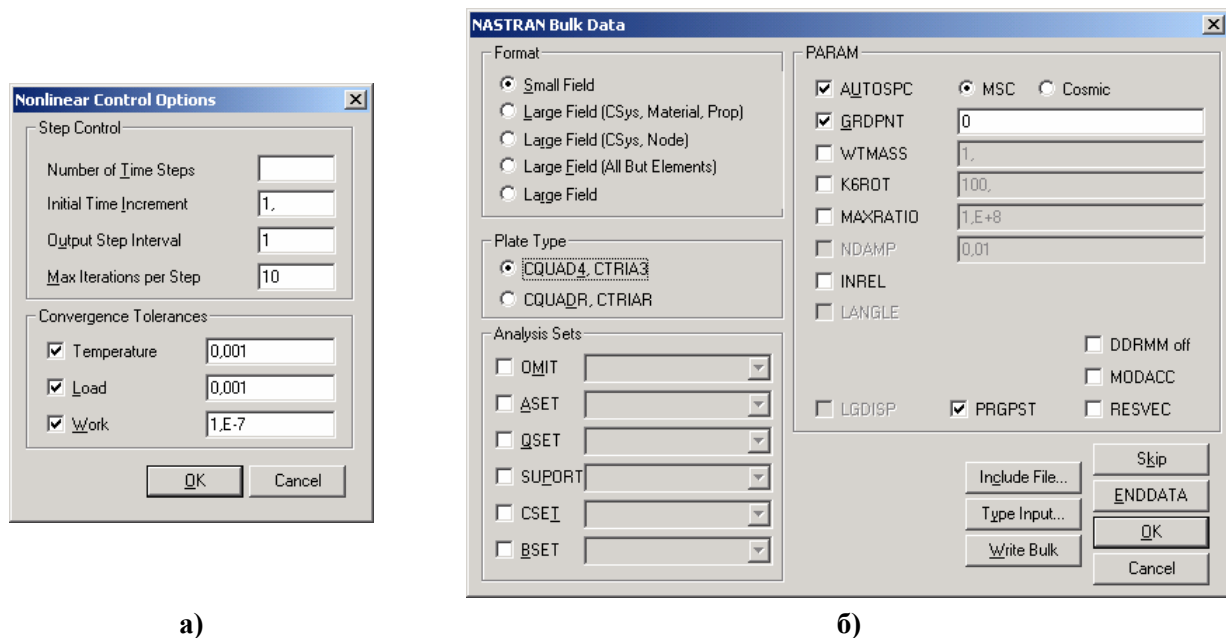
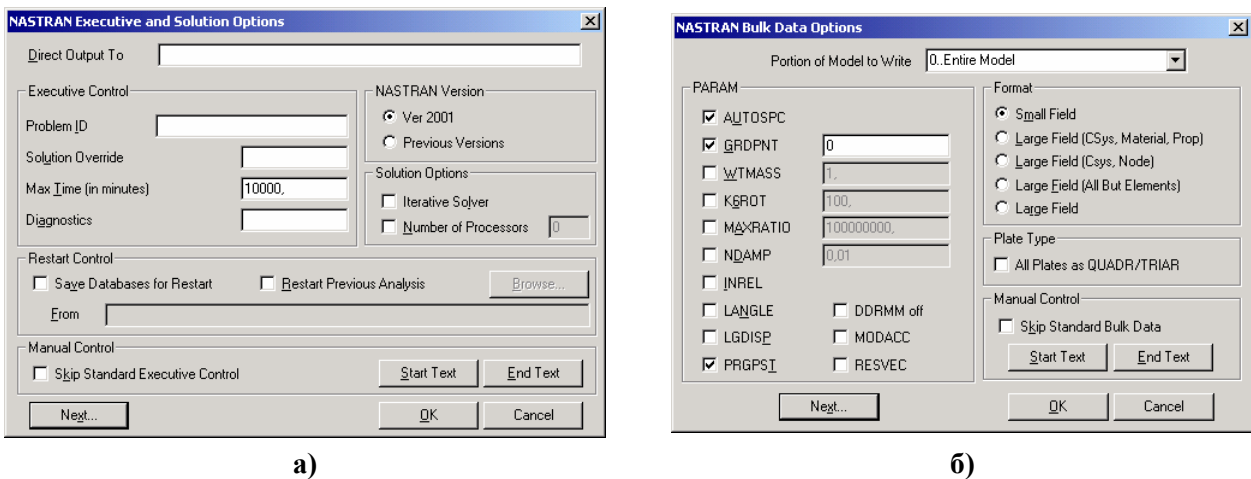
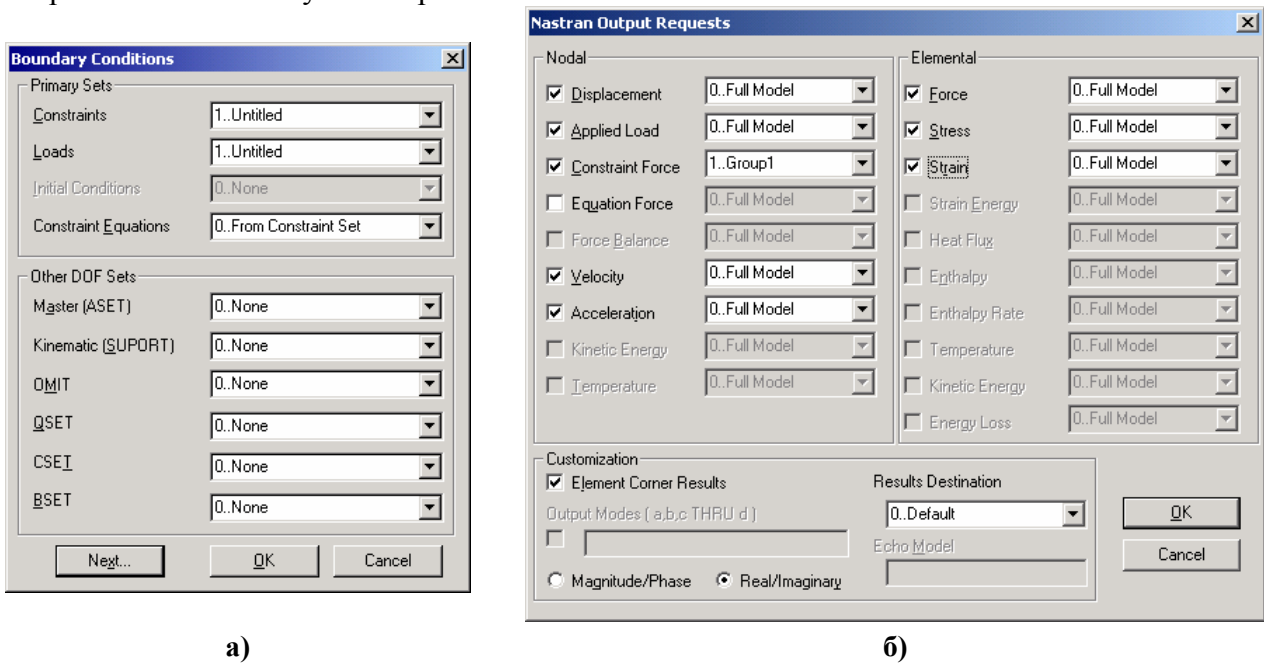

Рис.4.9. Діалогові панелі для змін параметрів: а) – пов’язаних із нестационарністю та нелінійністю задачі теплопровідності; б) – формату даних та інших
Рис.4.11. Діалогові панелі настроювання даних та параметрів секцій „Executive Control” (а) та „Bulk Data” (б) файлу *.dat
Рис.4.13. Діалогові панелі призначення: а) – вхідних наборів; б) – вихідних наборів
Якщо задача – про тепловий стан тіла, то з’являється панель „**Nonlinear Control Option**” (див. рис.4.9-а). У полях секції „**Convergence Tolerances**” можна змінити точність одержання результатів для температури (**Temperature**), по ГУ (**Load**) та за енергією (**Work**). Якщо задача – нестационарна (див. Розділ 5.2), то у секції „**Step Control**” можна змінити параметри процесу: кількість часових кроків (**Number of Time Steps**), початковий часовий крок (**Initial Time Increment**), часовий інтервал (у секундах) для формування результатів розрахунків (**Output Step Interval**) та максимальну кількість ітерацій (нелінійної задачі) на кожному кроці. Радіокнопками можна обрати один з варіантів призначення наступних часових кроків: адаптивним (**Adaptive**, за замовчанням) або незмінним (**Constant Interval**).
Остання діалогова панель – „**NASTRAN Bulk Data**” (див. рис.4.9-б).
Підрозділ „NASTRAN Executive” розділу „Option” настроюється за допомогою діалогової панелі „NASTRAN Executive and Solution Option” (див. рис.4.11-а). Вона подібна до панелі „NASTRAN Executive and Solution Control” (див. рис.4.7), але додатково має дві секції. Секція „Restart Control” має опції, які є на діалоговій панелі „NASTRAN Restart Control” (див. рис.4.6-б та пояснення у Розділі 4.2.2). За допомогою кнопки „Browse...” можна знайти файл рестарту (з розширенням імені *.master), яке з’явиться у рядку „From”. Секція „Manual Control” має опцію „Skip Standard Executive Control”, яка аналогічна кнопці „Skip” на рис.4.7. Кнопки „Start Text” і „End Text” дозволяють вводити пояснення та параметри (у текстовому режимі) до файлу *.dat на початок або кінець секції „Executive Control” цього файлу.
Підрозділ „NASTRAN Bulk Data” розділу „Option” настроюється за допомогою діалогової панелі „NASTRAN Bulk Data Option” (див. рис.4.11-б), яка майже подібна панелі „NASTRAN Bulk Data” (див. рис.4.9-б та пояснення у Розділі 4.2.3.3). Ще є секція „Manual Control”, така ж, як й на рис.4.11-а.
- „**NASTRAN Nonlinear**” – настроюється за допомогою діалогової панелі „**Nonlinear Control Option**” (див. рис.4.9-а та пояснення до нього).
Наступна діалогова панель – „**Boundary Conditions**” (див. рис.4.13-а). На ній у секції „**Primary Sets**” обираються основні набори навантажень (**Loads**), закріплень (**Constraints**), початкових умов (**Initial Conditions**) і рівнянь зв'язків (**Constraints Equations**). У секції „**Other DOF Sets**” підключаються інші набори зі ступенями свободи вузлів (аналогічна секції „**Analysis Set**” на рис.4.9-б).
Остання діалогова панель – „**Output Requests**” (див. рис.4.13-б). На ній вказуються набори для результатів аналізу, що потрібно створити для вузлів (**Nodal**) та елементів (**Elemental**). На відміну від секції „**Output Requests**” діалогової панелі „**NASTRAN Case Control**” (див. рис.4.8) тут можна вказати „**0..Full Model**” (повна модель) або обрати заздалегідь створену групу (вузлів або CE). У секції „**Customization**” опцією „**Element Corner Result**” можна вказати, що результати розрахунку потрібно виводити тільки у вузлах СЕС. Для частотного аналізу можна встановити опцію „**Output Modes (a,b,c THRU d)**” і вказати потрібні моди за вказаним шаблоном, а також змінити варіант виводу результатів: „**Magnitude/Phase**” (амплітуда/фаза) або „**Real/Imaginary**” (дійсна/мніма). У списку „**Results Destination**” можна обрати варіант виводу даних (**0..Default**, **1..Print Only**, **2..PostProcess Only**, **3..Print and Post-Process**, **4..Punch Only**, **5..Punch and PostProcess**). Коли активне поле „**Echo Model**”, можна вказати варіант моделі (див. Розділ 4.2.3.2).